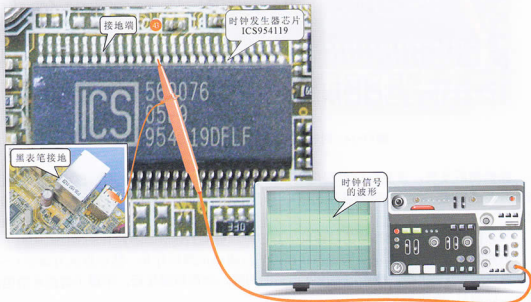

图 11-16 时钟发生器芯片 CPU 时钟信号波形的检测
由于时钟发生器芯片 ICS952607 是为主板中各芯片电路提供时钟信号的电路，则在其检测过程中可用示波器检测该芯片输出的时钟信号波形。其中 ICS952607 的②~④脚、⑤③~⑤⑤脚为 PCI 总线时钟输出端；⑦脚位声卡芯片时钟信号输出端；③⑨、④①、④②、④③脚为 CPU 时钟信号输出端；⑫脚为 USB 接口时钟信号输出端，如图 11-16 所示为检测④③脚 CPU 时钟信号的波形。